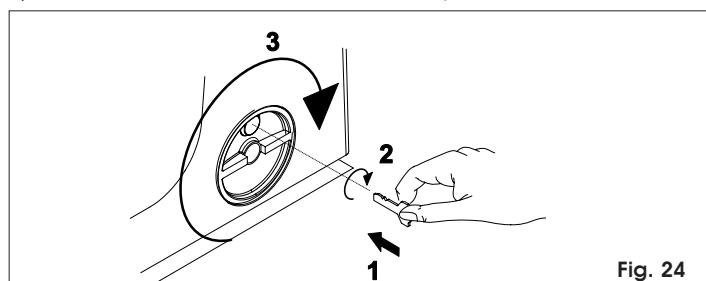

Fig. 24
- 1) Introduzca la llave en dotación en la cerradura y girela en sentido horario como se indica en la Fig.24.
- 2) Gire el sistema de desbloqueo en sentido horario unos 180°, como se indica en la Fig.24.